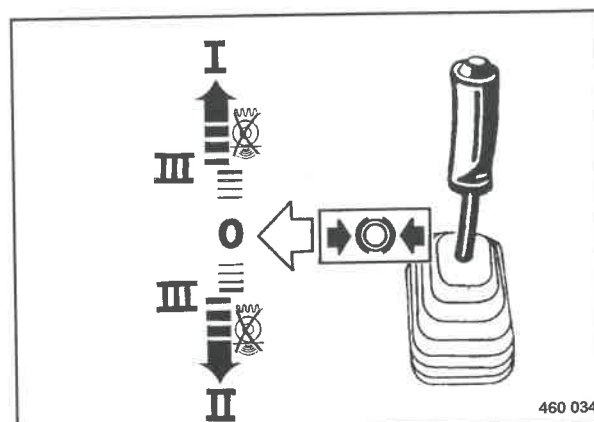

Fig. 57
- Disimpegnare la leva di marcia (Fig. 57) dalla posizione di frenata e spostarla lentamente nella direzione di marcia desiderata.